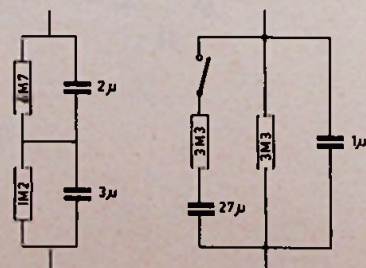

Fig. 20
Fig. 20 geeft nog twee schema's uit buizen-apparaten (ref. 3, 4). De hier gebruikte condensatoren hebben polyester-isolatie. Op het lage impedantieniveau van de transistorschakeling worden voor de condensatoren elektrolytische typen gebruikt, die een zeer geringe en vele jaren constant blijvende lekstroom moeten hebben.